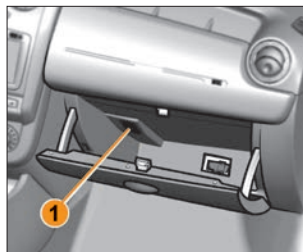

Рис. 6.13.11. Плафон освещения вещевого ящика (в варианном исполнении)
**Лампа освещения вещевого ящика (в варианном исполнении).** Для замены лампы в плафоне освещения вещевого ящика проделайте следующие действия (рис. 6.13.11, 6.13.12):